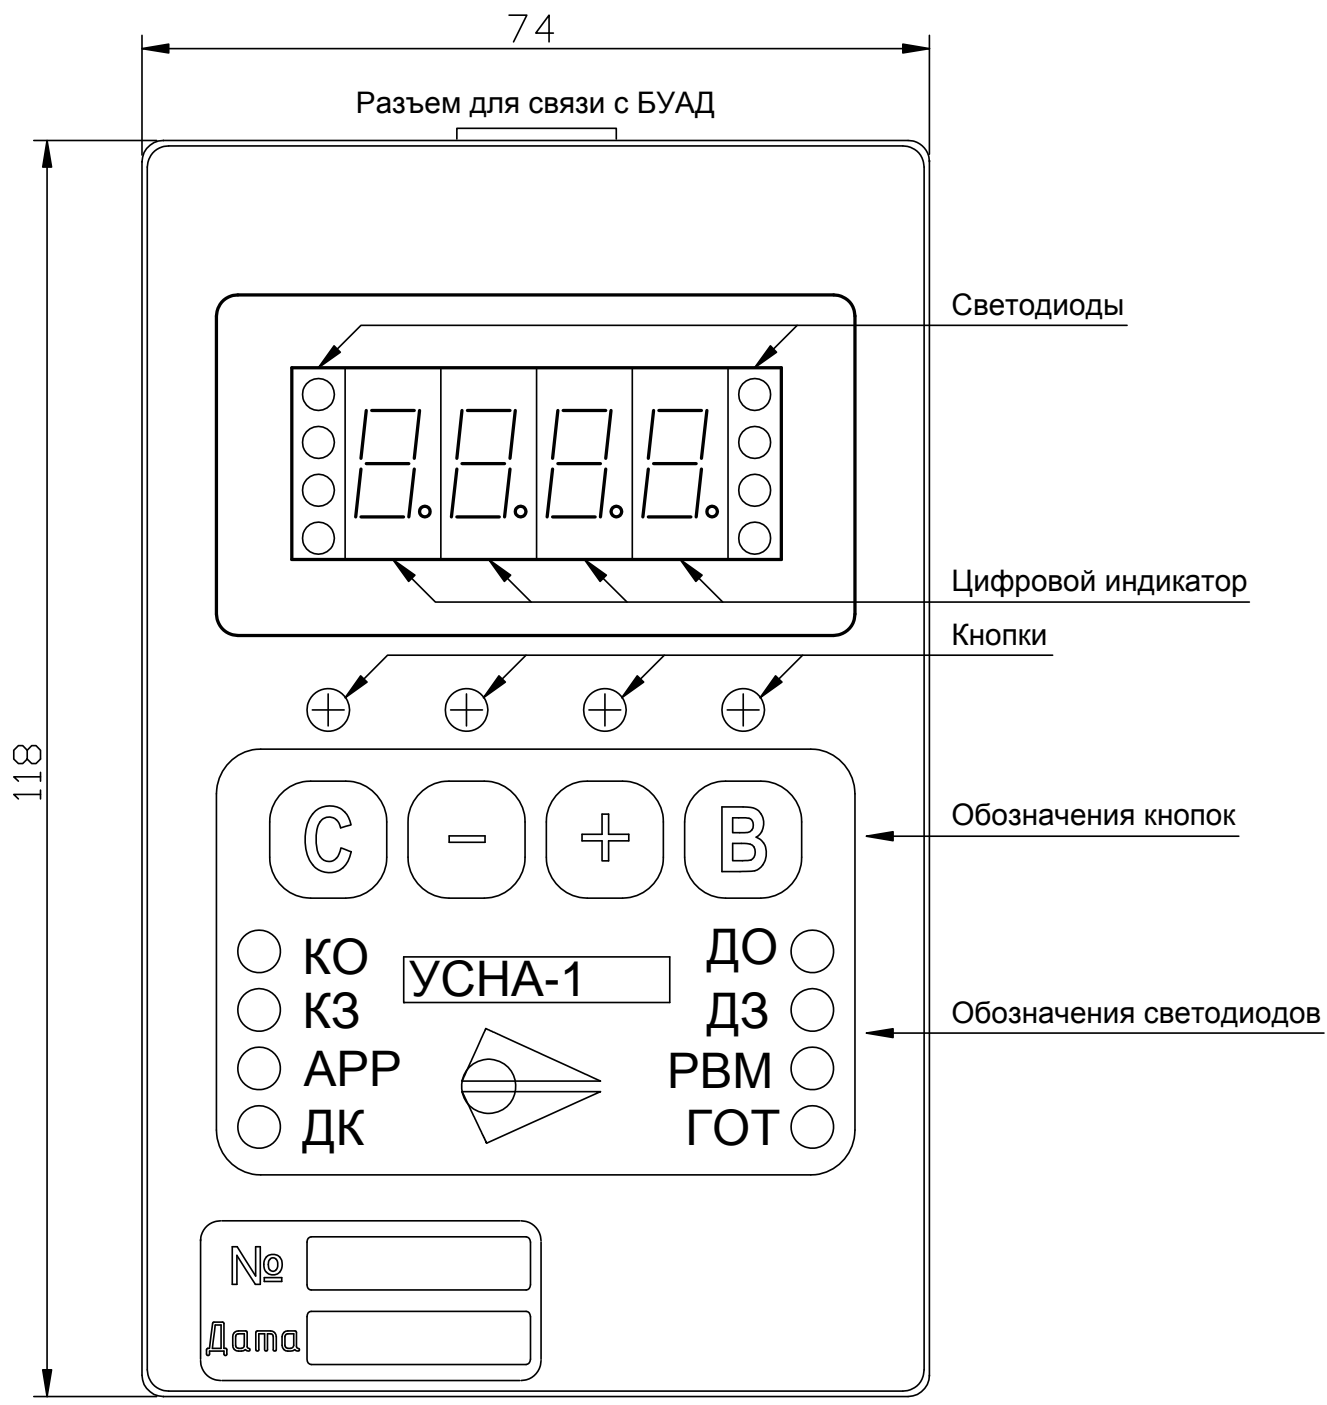

Рис.1. Внешний вид Устройства настройки УСНА.
*Устройство* применяется для обмена информацией с БУАД посредством кабеля двустороннего последовательного обмена УСНА-БУАД, через который также осуществляется питание *Устройства*. Разъем для подключения кабеля к *Устройству* показан на **рис.1**.
Габаритные размеры *Устройства* приведены на **рис.1**.
3.4.1. Панель управления *Устройства* (рис.1) состоит из